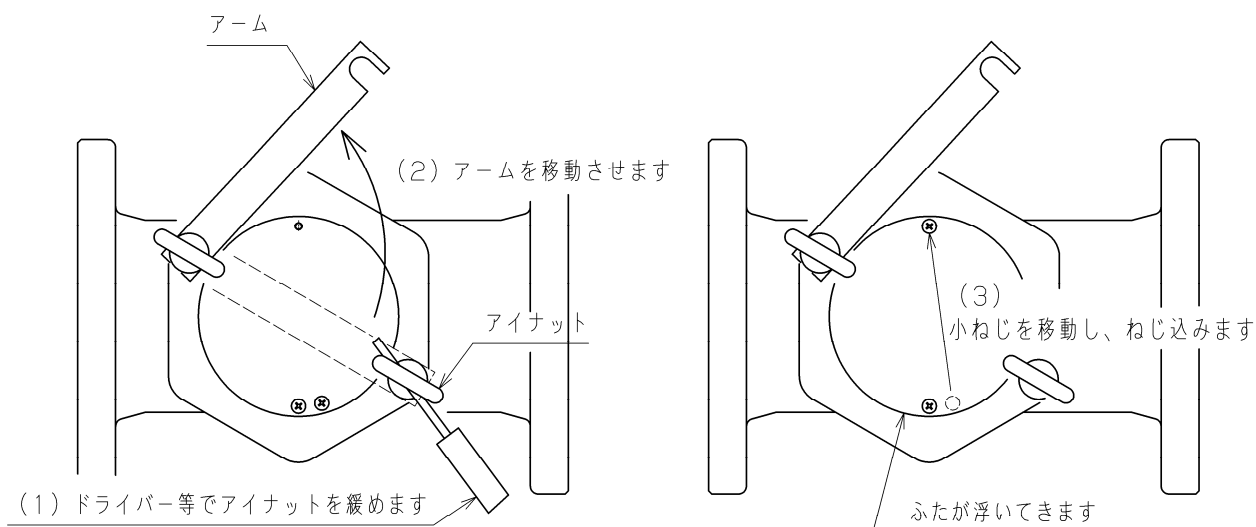

図8 SU-50S型ふたの取外し(上面図)
- (1) ドライバー等で、アイナット⑥を緩めてください。
- (2) アーム③をふた②に接触しない所まで移動させます。(図8参照)尚、150Aはアームを2本移動させます。
- (3) ふた②を取外してください。ふたが取外せない場合は、ふたについている小ねじ⑪の1つを対角部まで移動させ、ふたが浮いてくるまで2本の小ねじを均等にねじ込んでください。(図8参照)ふた取外し後、小ねじは元の位置に戻してください。
- (4) 本体①からスクリーン④を取出し、圧縮空気や洗剤等で洗浄してください。
- (6)SU-50S型組立時は、アーム③の上に、平座金⑫とばね座金⑬が装着されている事を確認してください。(図8参照)